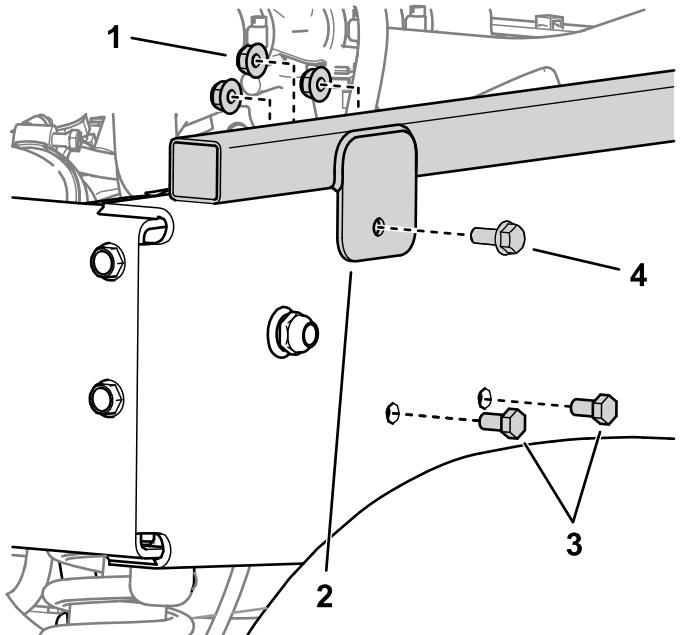

Figura 12
5. En el lado derecho de la máquina, desconecte el soporte del solenoide y apártelo del camino de la broca (Figura 12).
6. Perfore un taladro en el bastidor de la plataforma usando como plantilla la pestaña de montaje del espaciador lateral de la plataforma, y sujeté el conjunto con un perno corto y una tuerca (Figura 12).